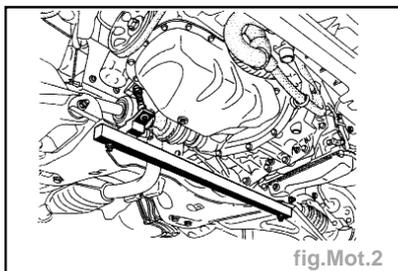

fig.Mot.2
- Mettre en place le support moteur Mot.1399 (fig. Mot.2).